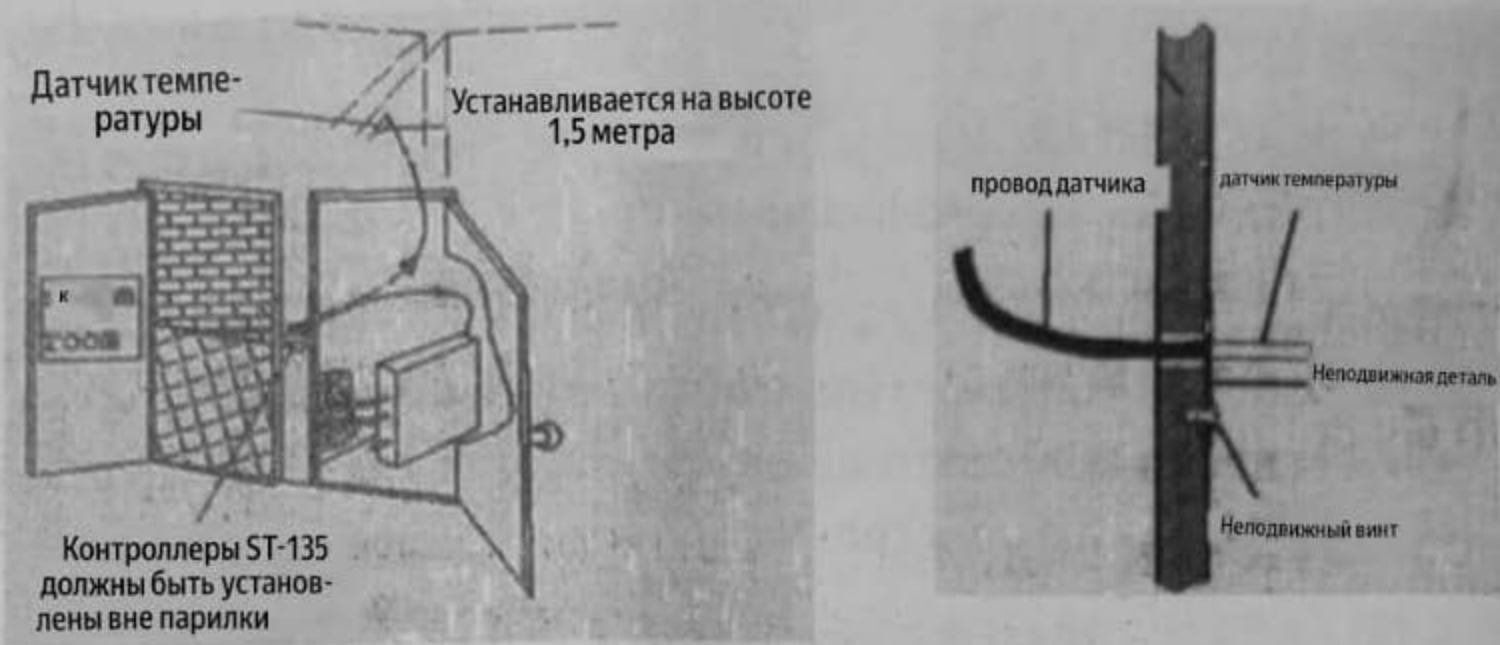

Рисунок 5
(см. рисунок 5)
3. Установка датчика температуры - Датчик температуры измеряет температуру в парилке. Высота его установки составляет около 2 метров, и он крепится в парилке с помощью винтов. См. рисунок 5.